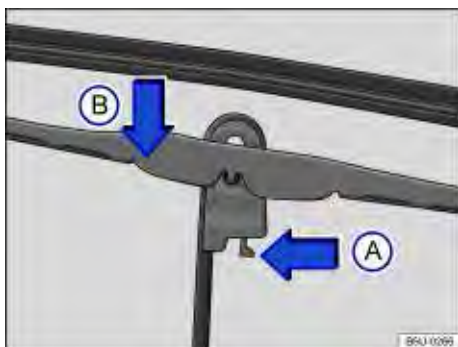

Fig. 134 Substituir as palhetas dos limpadores do para-brisa.
- Colocar a palheta em uma posição perpendicular em relação ao braço ⇒ **Fig. 134**.